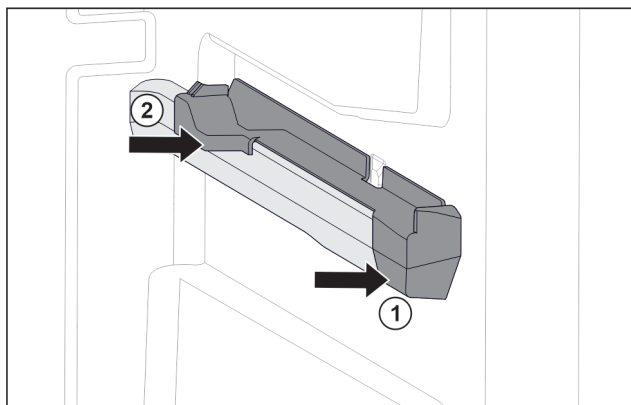

Fig. 154 Nasazovací díl na pravém žebrování na nádoby
- ▶ Nasadte nasazovací díl na žebrování na nádoby. Fig. 154 (1)
- ▶ Přitlačte nasazovací díl k zadní části. Fig. 154 (2)